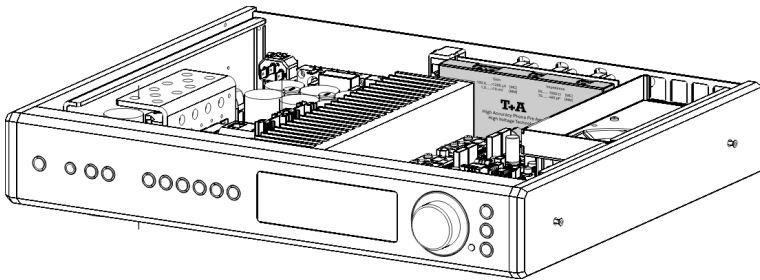

Abb. 3 / Fig. 3
Um nachträglich Einstellungen am Phonomodul vorzunehmen, ist es erforderlich den Gehäusedeckel des **PA 2000 R / PA 2500 R** zu entfernen. Abb. 3 u. 4 zeigen die Position des eingebauten Moduls. Bitte beachten Sie hierzu folgende Punkte.
- Abbildung 3 und 4 zeigen die Positionen des eingebauten Moduls.
To alter any settings of the Phono preamplifier module it is necessary to open the top cover of the **PA 2000 R / PA 2500 R**. Fig. 3 and 4 shows the position where the phono module is located. Please adhere to the following points.
- Figure 3 and 4 are showing the module in position.